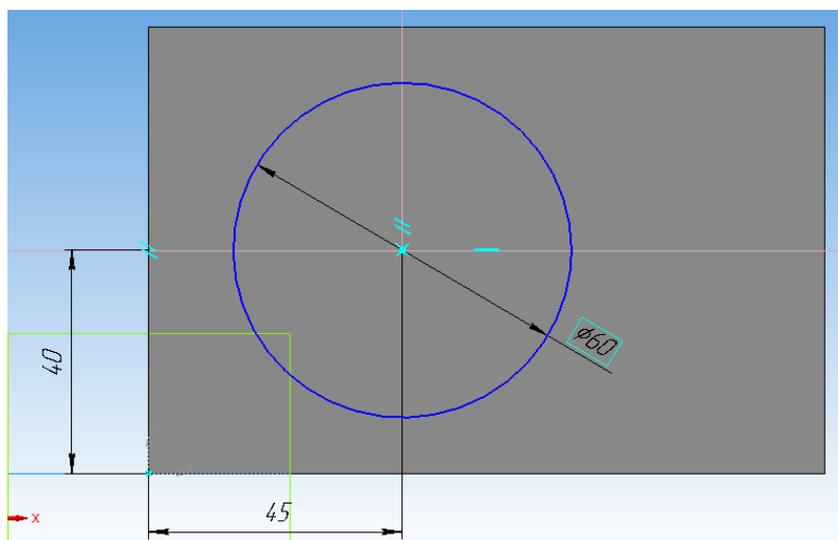

Рисунок 48.
6. На верхней поверхности основания, создайте новый эскиз окружности $\Phi 60$, определив центр окружности с помощью вспомогательных прямых (рисунок 48). Выйдите из режима **Эскиз**.